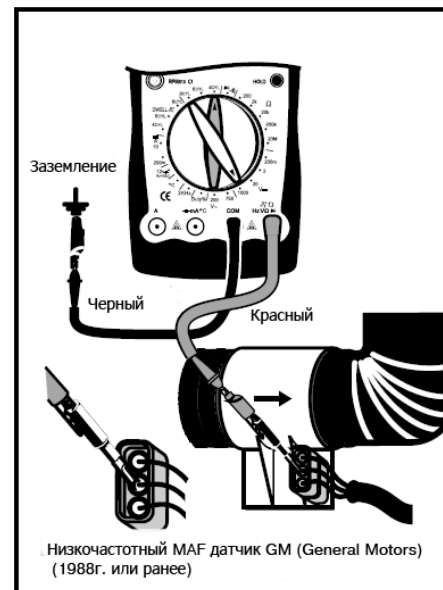

Рис. 23
#### 5. Датчик расхода воздуха (MAF) (См. рис. 23)
- (1) Подключите датчик расхода воздуха (выдающий постоянное напряжение), как описано в методике измерения постоянного напряжения, и установите поворотный переключатель в положение **20VDC**. Подключите датчик расхода воздуха частотного типа, как указано в методике измерения частоты вращения, и выберите количество цилиндров в двигателе автомобиля. Для примера возьмем 4 цилиндра.
- (2) Подключите черный тестовый щуп мультиметра к клемме заземления, а красный тестовый щуп как показано на рис. 23/
- (3) Поверните ключ зажигания, но не запускайте двигатель.
- (4) Отображаемые значения: